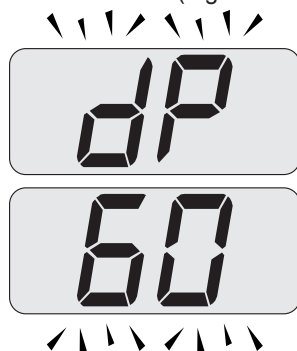

Figura 9.25
- Premendo ulteriormente il tasto 18 è possibile variare nuovamente la potenza in modalità spazzacamino: con visualizzazione sul display LCD delle lettere **dP** che si alternano con il valore di temperatura dell'acqua di riscaldamento (es.60), siamo "funzione spazzacamino" alla potenza massima in sanitario" (Figura 9.25);